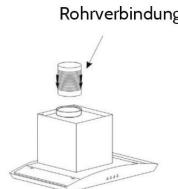

Bild 3
3. Befestigen Sie die Rohrverbindung und setzen Sie die Haube auf die Verankerung (siehe Bild 3).